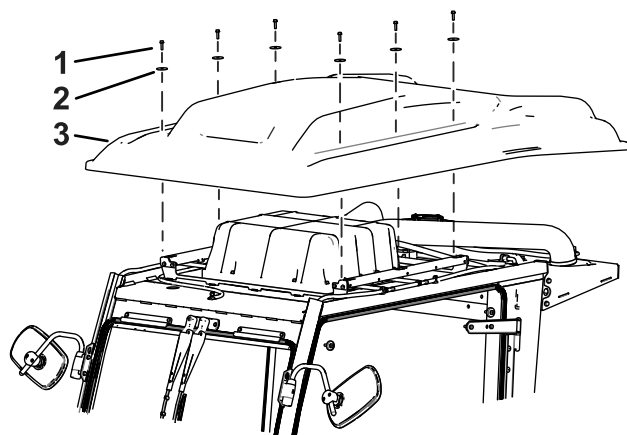

**Рисунок 10**
1. Снимите левую и правую панели с внутренней части кабины, как показано на Рисунок 10.